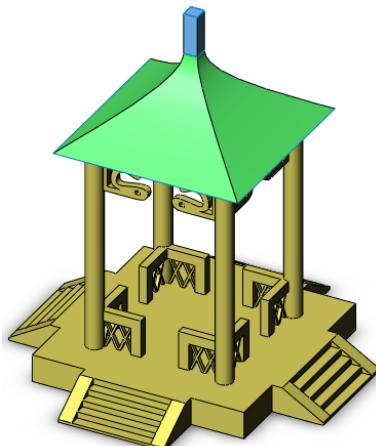

图 6-158 亭子模型
5. 绘制一个如图 6-158 所示的亭子模型，尺寸由读者自行定义。